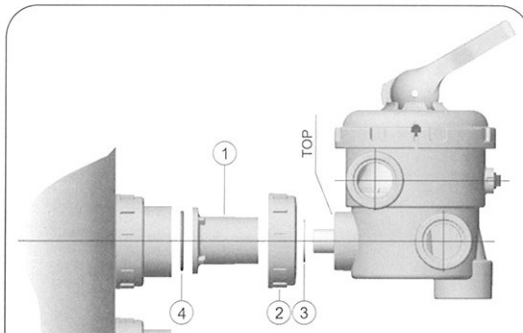
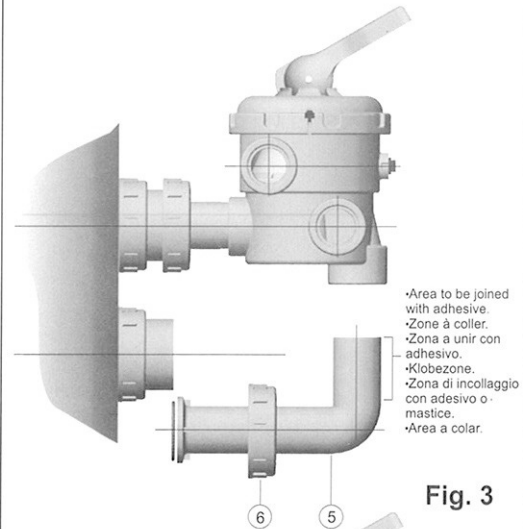

Fig. 1
Fig. 3
1. Visser le manchon (1) sur la vanne multivoie à la sortie qui indique TOP, en plaçant le joint plat (3) et l'écrou (2) selon figure 1. Serrer le manchon (1) fermement pour assurer une parfaite étanchéité.
3. L'alignement de la vanne avec les sorties du filtre se fera au montage du coude et de l'écrou (6) (figure 3) mais ne pas les coller.
1. Avvitare il manicotto (1) alla valvola selettrice all'imboccatura indicata con TOP, avendo, in precedenza posizionato la guarnizione piana (3) a la flangia (2) come previsto in fig. 1. Serrare fortemente il manicotto (1) per ottenere una tenuta stagna.
2. Collegare la valvola all'imboccatura superiore del filtro, avvitando leggermente la flangia (2) in modo che la valvola possa ruotare. Assicurarsi di aver collocato l'O-Ring (4) nel suo alloggiamento prima di avvitare la flangia (2).
3. Si provvederà ad allineare la valvola con le uscite del filtro montando il gomito (5) e la flangia (6) (vedi fig. 3) senza incollarle.
1. Einlegeteil (1) in den mit TOP beschrifteten Eingang des Mehrwegventils einschrauben, zusammen mit der Flachdichtung (3) und nach Auflegen des Mutter (2), gem. Abb. 1. Einlegeteil (1) fest andrehen um die Dichtheit sicherzustellen.
3. Ventil mit den Filteranschlüssen auf Linie bringen und das Knie (5) mit der Mutter (6) befestigen, gem. Abb. 3, jedoch noch nicht verkleben.